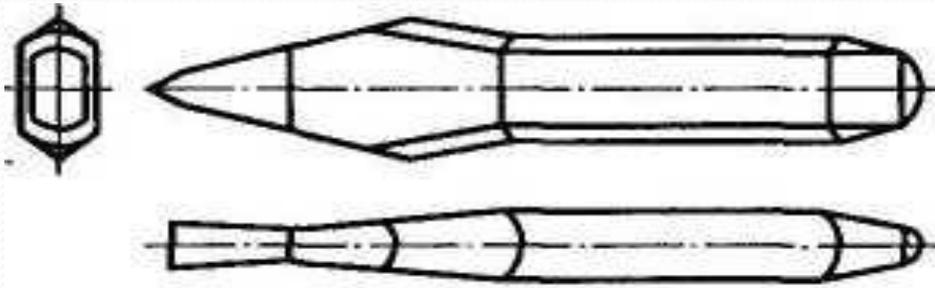

Рис. 2.21. Крейцмейсель
**Крейцмейсель** (рис. 2.21) отличается от зубила более узкой режущей кромкой. Крейцмейсель применяют для вырубания канавок, прорубания шпоночных пазов и тому подобных работ.